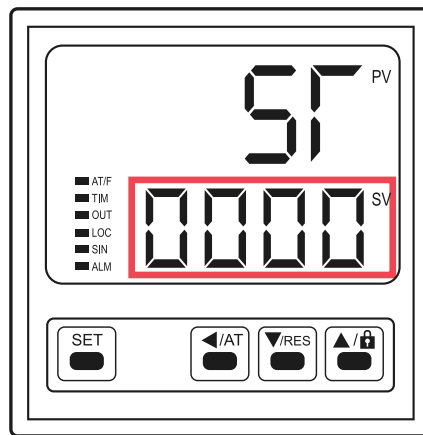

Figura 6. Definir Temporizador
2. Presione 2 veces el botón “**SET**”. Programe el Tiempo deseado utilizando los botones: de desplazamiento (◀), de disminución (▼) y de aumento (▲). Después, oprima “**SET**” para confirmar los parámetros. El temporizador comenzará a funcionar una vez alcanzada la temperatura establecida. (Figura 6).